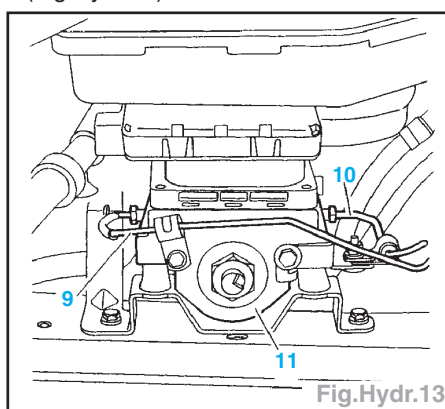

Fig.Hydr.13
- Désaccoupler le tuyau haute (9) et basse (10) pression, sortir le bloc hydro-pneumatique (11) vers la droite (Fig.Hydr.13).